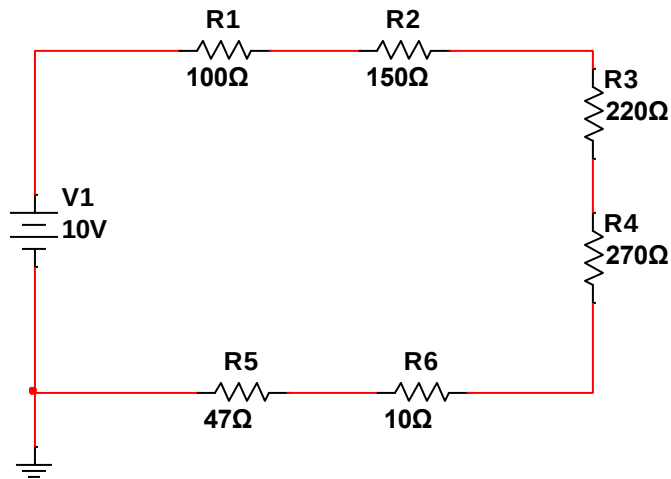

Figura 2.3. Circuito en serie alimentado con fuente de 10 V.
4. Conecte las terminales del voltmetro en paralelo con los puntos del circuito donde quiere determinar la diferencia de potencial, como se observa en la *figura 2.3*.
1. Implementa los circuitos que realizaste en la práctica 1 en el protoboard, sin embargo, ahora el circuito se alimentara con una fuente de 10V, como se muestra en la *figura 2.3*. Ya conoces su resistencia equivalente.